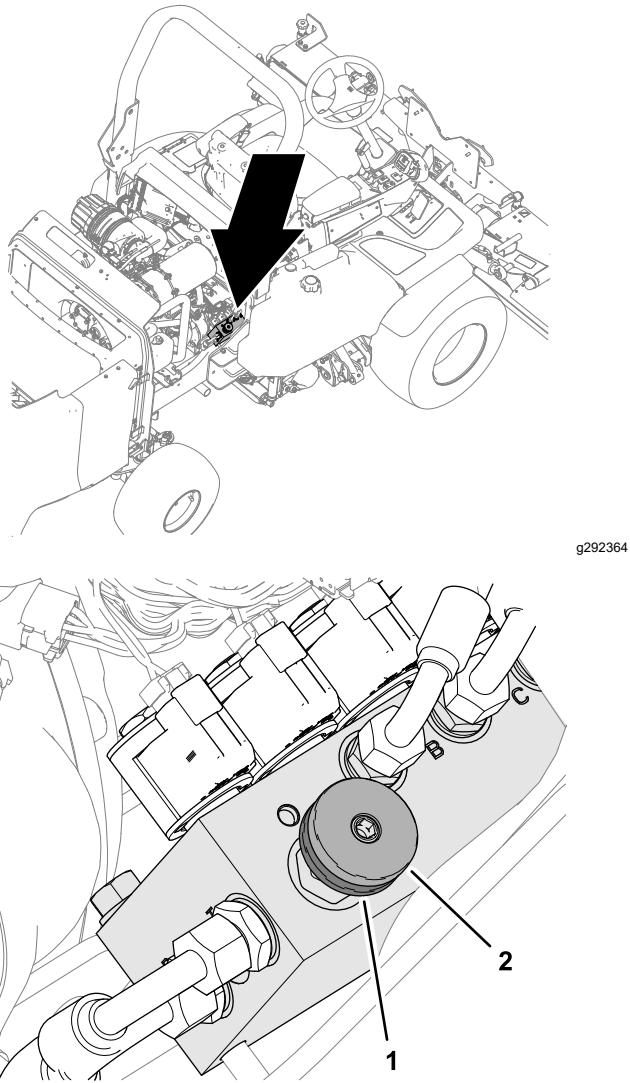

Figure 29
2. Sur le côté droit de la machine, desserrez la molette de verrouillage du collecteur de transfert de poids d'un demi tour dans le sens antihoraire, tout en immobilisant le volant (Figure 29).
3. Tournez le volant de réglage du transfert de poids (Figure 29) comme suit :
4. Serrez la molette de verrouillage (Figure 29).